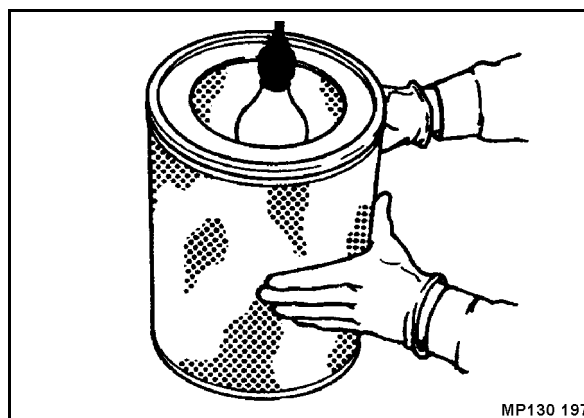

Fig. 177
- Examinar el cartucho filtrante por grietas y agujeros en el fuelle de papel haciendo uso de una lámpara portátil (Fig. 177).